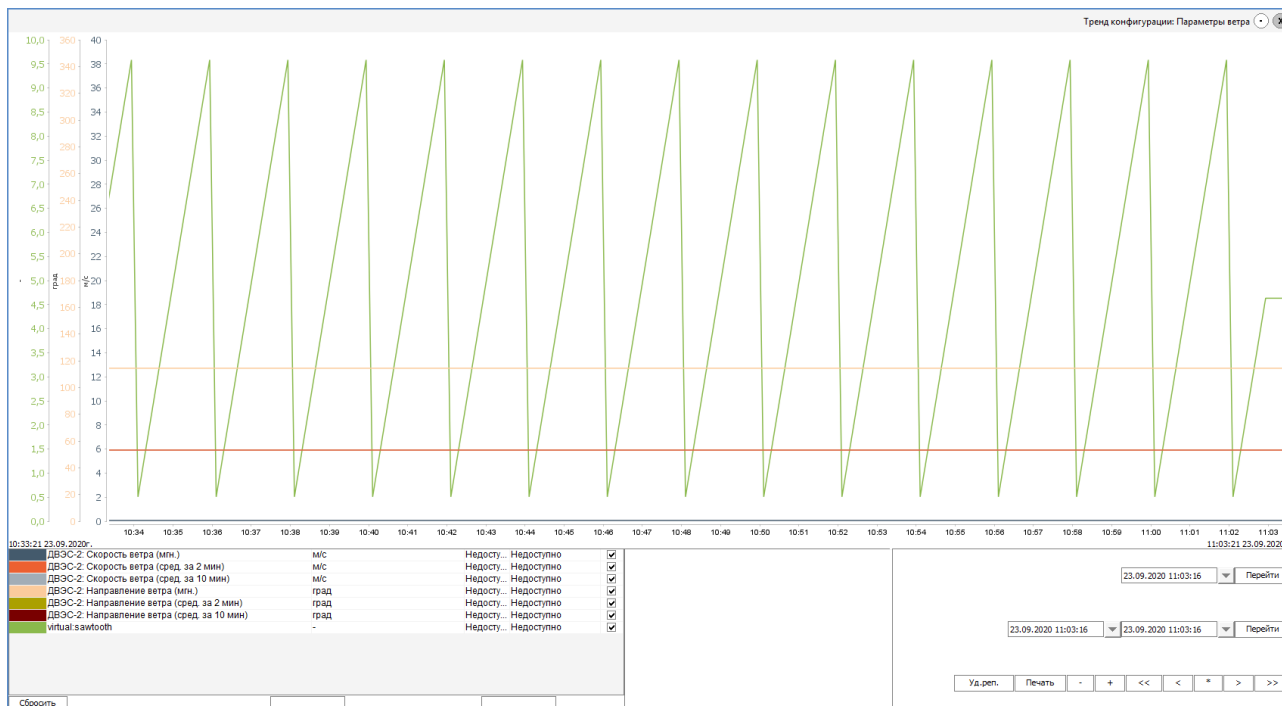

Рисунок 27 — Окно просмотра группы трендов.
- *Область вывода трендов* (см. рисунок 27) занимает верхние 2/3 окна и служит для вывода графиков из данного набора параметров.